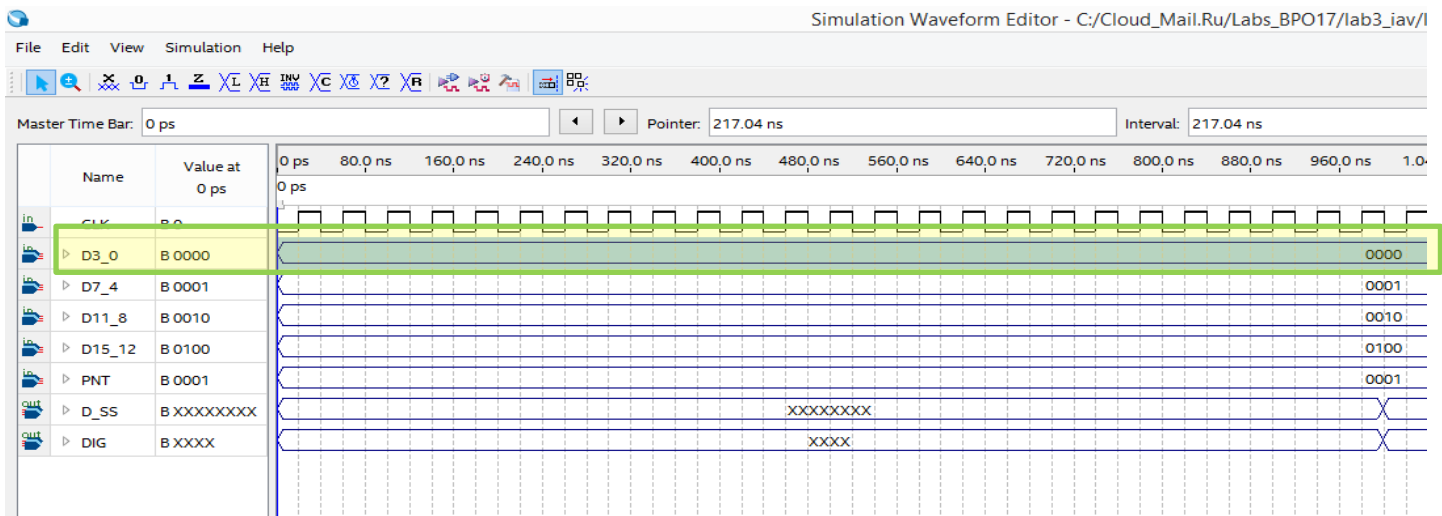

Рис.39 Выделенный сигнал **D3\_0** в поле эпор
1. Выделите всю строку сигнала в поле эпюр двойным кликом ЛКМ или фрагмент сигнала. Для этого нажмите ЛКМ в поле эпюр на строке выбранного сигнала (**D3\_0**) и потяните вправо, формируя при этом прямоугольное окошко нужной длины, отпустите ЛКМ, при этом останется выделенный фрагмент (рис. 39).